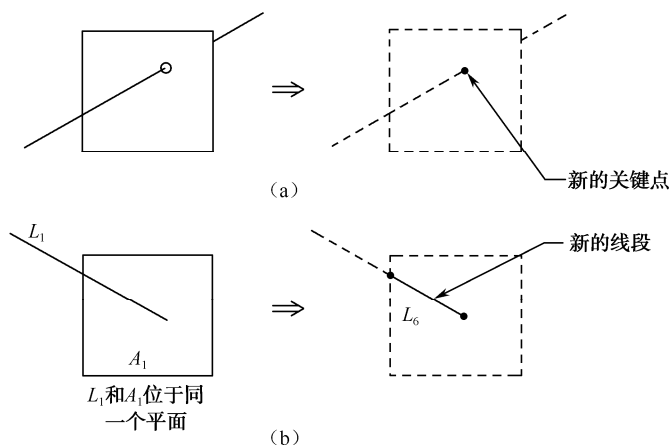

图 2-5 线面相交示意图
(4) 线面相交：在同一平面内产生新的线，不在同一平面产生新的点，其示意图如图 2-5 所示。